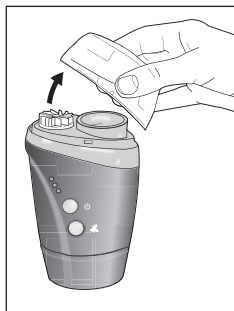

Fig. 1
2. Retire la tapa transparente de la carcasa del nebulizador, Fig. 1.